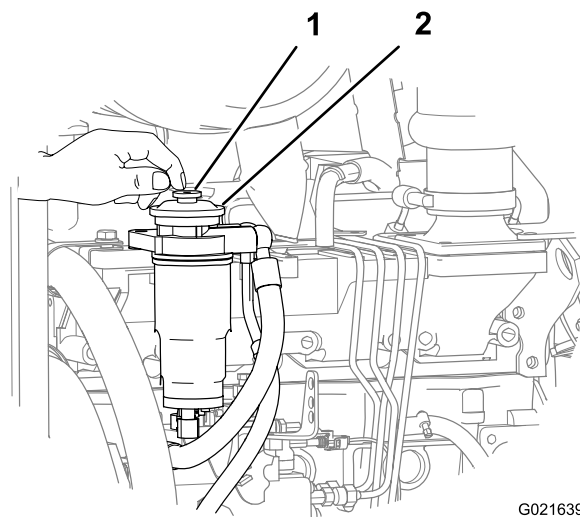

Рисунок 91
6. Найдите кнопку ПРОКАЧКИ в верхней части переходника топливного фильтра тонкой очистки (Рисунок 91).
7. Нажимайте и отпускайте кнопку ПРОКАЧКИ до тех пор, пока не почувствуете сопротивление при ее нажатии (Рисунок 91).